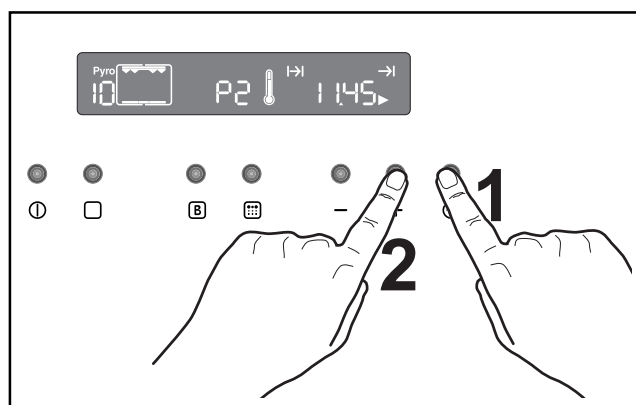

Fig. 22
7. Après avoir sélectionné le temps de fin, l'indication "Pyro" s'arrête de clignoter et l'éclairage du four s'éteint. Le cycle de nettoyage pyrolytique s'active selon le temps choisi (Fig. 22).